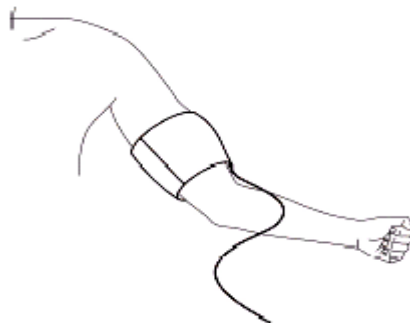

Рисунок 2.35 – Наложение манжеты
– закрепите манжету НИАД, соответствующего размера, на руке или ноге пациента (см. рисунок 2.35);